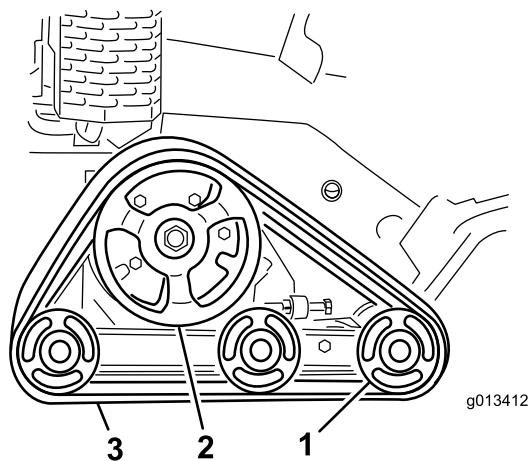

Figura 41
**Importante:** Certifique-se de que limpa bem as rodas de estrada e a roda motora de transmissão (Figura 41). As rodas de estrada devem rodar livremente quando limpas.